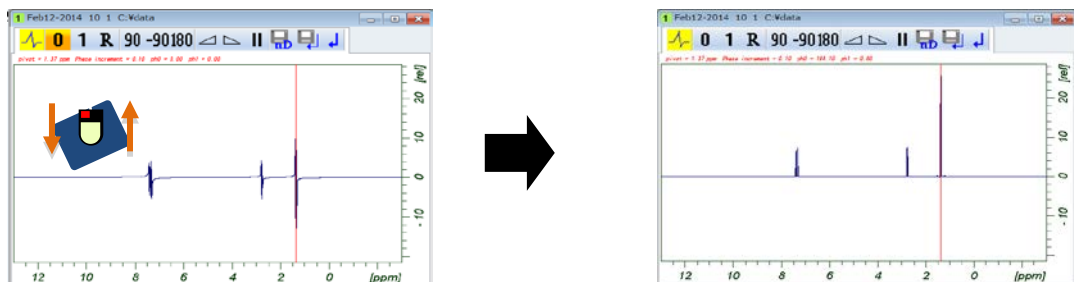

図 23. 位相補正モードのデータウィンドウ.
- 画面左上にあるアイコン **0** を左クリックしながら、マウスを上下に動かし、Pivot Point の近傍で 0 次の位相補正を行います (図 23)。